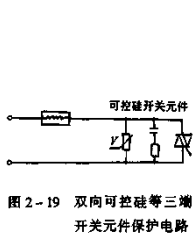

图 2-19 双向可控硅等三端
(5)双向可控硅等三端开关元件保护电路:这类保护电路见图 2-19。